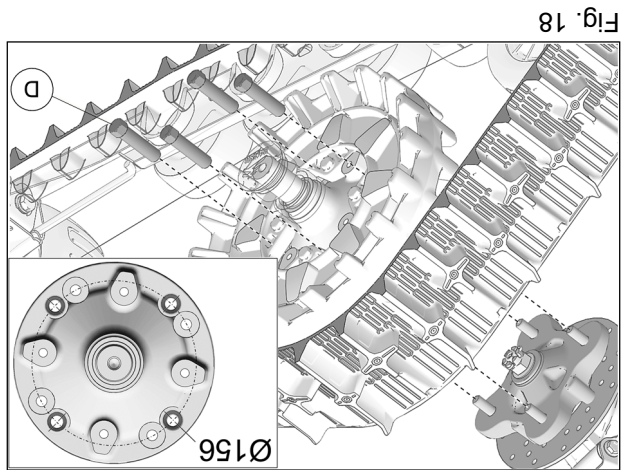

Fig. 18
7. Fixer le système de traction au moyeu de roue avant. Utiliser le cercle de perçage de Ø156 mm et les écrous de roue M12 (D) fournis. Voir la Fig. 18